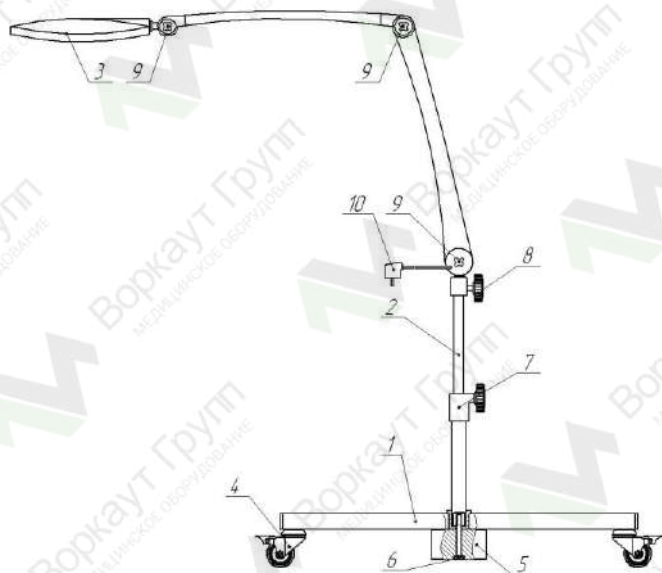

Рисунок 1
5.1 Светильник (рис.1) состоит из основания поз.1, выдвигной стойки поз. 2 и головного светильника с поворотными кронштейнами поз.3.